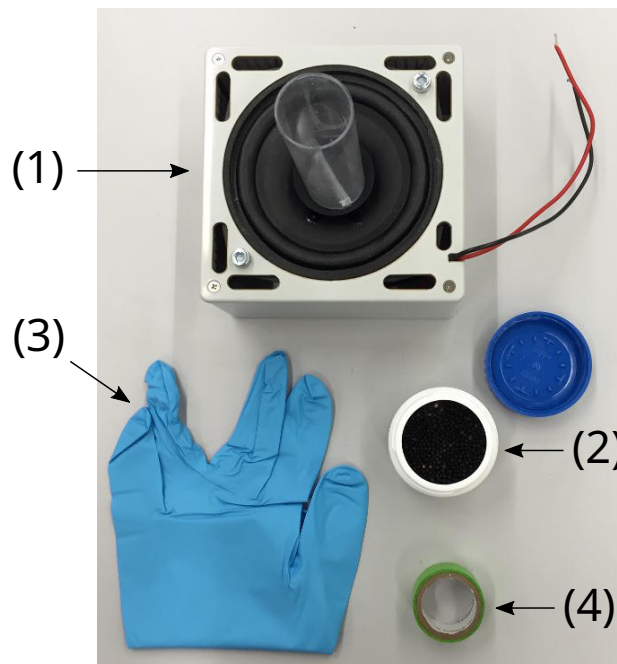

Figure 2 : Matériel supplémentaire pour l'expérience.
- On peut ajuster l'amplitude du signal en dents de scie au moyen du potentiomètre de droite (*speaker amplitude* (4)). Une tension constante proportionnelle à l'amplitude du signal est produite entre la sortie *speaker amplitude* (6) et la sortie *GND* (7). Les numéros font référence à la photographie (figure 2) donnée dans les instructions générales.